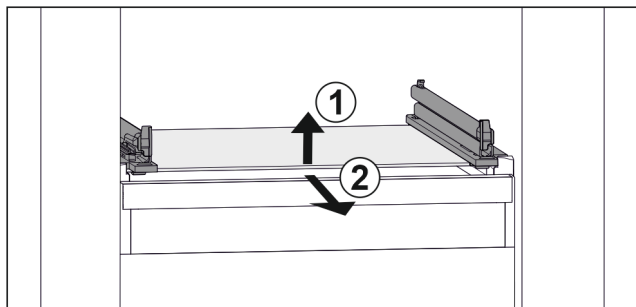

Fig. 84 Príklad zobrazenia sklenenej dosky
- ▶ Nadvihnite sklenenú dosku vpredu. Fig. 84 (1)
- ▶ Odoberte sklenenú dosku dopredu. Fig. 84 (2)